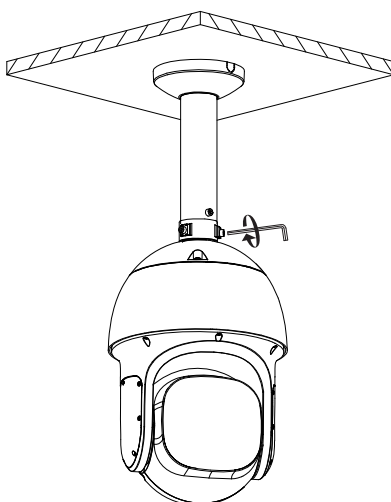

Рисунок 5.7 – Монтаж видеокамеры на потолочный кронштейн BR-104
10. Закрепите видеокамеру и с помощью ключа «Шестигранник» затяните фиксирующие винты М6 монтажного адаптера для полной фиксации видеокамеры (Рисунок 5.7).